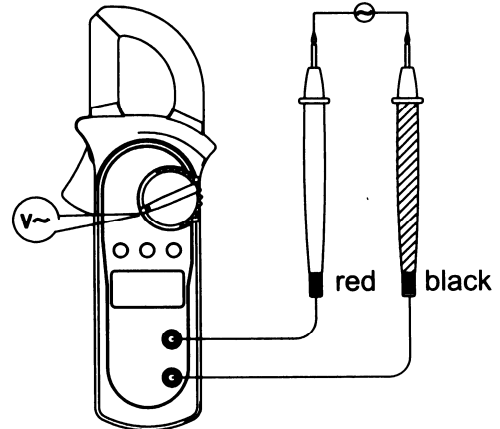

Рис. 4
B. Измерение переменного напряжения (рис.4)